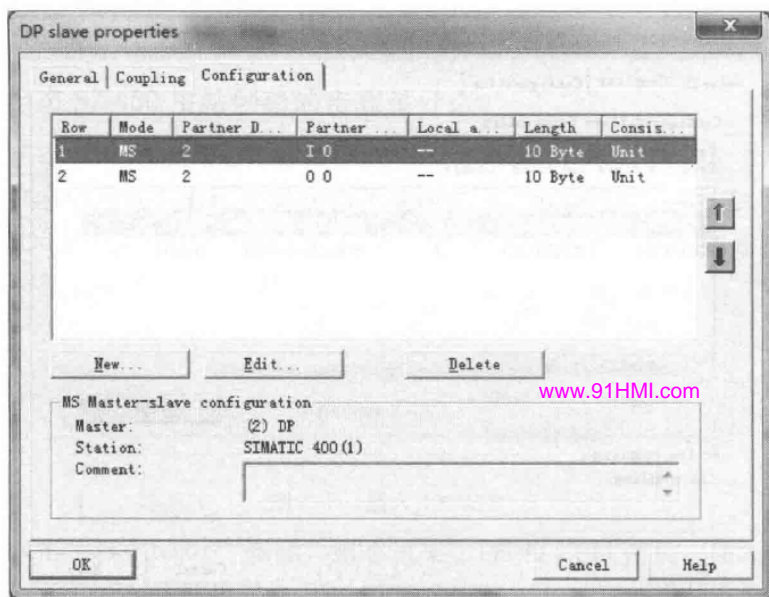

图 8-11 DP 从站属性
(5) 选择其中一个 CPU，单击“Connect”按钮，将其连接到 PROFIBUS 网络上，然后以同样的方法连接一个从站。若要从网络上断开站点，选择“Disconnect”即可。连接完成后再为两个 S7-300 从站设置其对应主站 I/O 接口区。例如，要设置地址为 3 的 CPU315-2DP 的 I/O 接口区，双击 3 号站，在弹出的“DP slave properties”对话框中的“Configuration”栏中单击“Edit”按钮，组态主站即 CPU414-3DP 的通信接口区，如图 8-11 所示。
(6) 分别组态主站的通信地址区，对应规则为主站输出对从站输入，主站输入对从站输出。然后以同样的方法组态 4 号从站对应主站的通信接口区。
答：上面的组态过程仅仅是 PROFIBUS-DP MS 通信模式，只有上面的工作完成后才能进行 DX 模式组态。前面已经介绍了 DX 的通信方式，主站轮询从站读取数据时，从站广播发送数据给主站和指定的从站，那么这个从站称为“Publisher”，接收数据的从站称为“Recipient”，我们以 3 号从站作为“Publisher”，以 4 号从站作为“Recipient”。双击 4 号从站新建一栏通信数据，这时在“Mode”下可以选择 MS 或 DX 方式，选择 DX 模式，在“Publisher”地址中会出现 3 号站，如果还有其他的智能从站在同一条 PROFIBUS 网络上也会出现这些站号，本例中因为只有两个从站，所有 4 号从站的“Publisher”站只有 3 号站。在下面的选择中要注意，“Publisher”的“Address type”为“Input”，“Address”可以选择，这里都是指“Publisher”对应主站的“Address type”和“Input”，从图 8-11 中可以看出，3 号站发送给主站数据对应主站的接收区为 IB0～IB9。如果在“Input”区选择 0，则“Recipient”4 号从站将接收主站地址 IB0～IB9，也就是 3 号从站“Publisher”QB0～QB9 的数据，如果选择 4，则接收 3 号从站“Publisher”QB4～